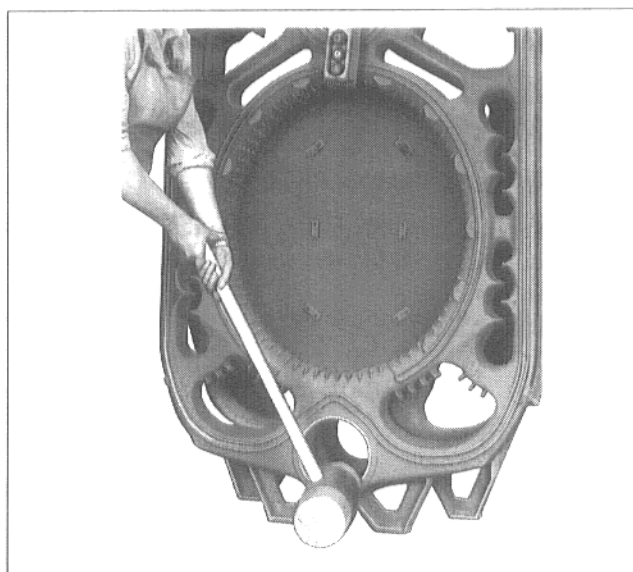

Fig. 15
- Placer les alésages supérieur et inférieur du premier élément intermédiaire dans les nipples de l'élément arrière. Enfoncer le premier élément intermédiaire sur l'élément arrière par de légers coups de maillet ou de maillet en caoutchouc dur (Fig. 15).